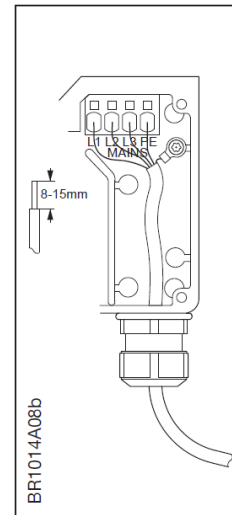

Abb. 3-12.1
- Bei dreiphasigen NI-DV ist das Versorgungskabel an die Klemmen mit der Bezeichnung „L1“, „L2“, „L3“ und „PE“ anzuklemmen (siehe Abb. 3-12.1).